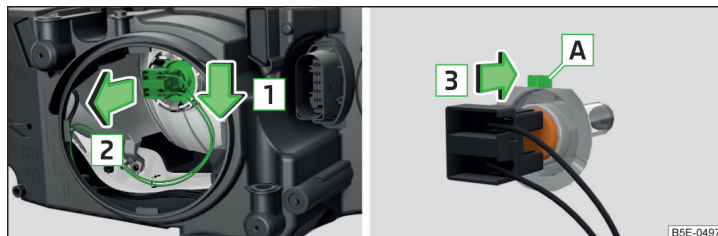

Fig. 331 Cambiar la bombilla de la luz de cruce
- Liberar el conector con la bombilla en el sentido de la flecha **1** » fig. 331.
- Coloque una nueva bombilla de la manera, que el talón de fijación **A** » fig. 331 de la bombilla encaje en el rebaje del reflector.